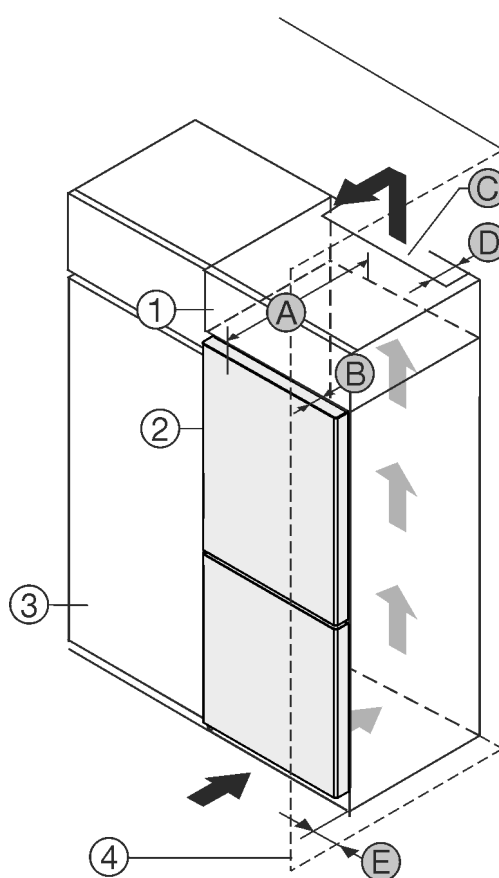

Fig. 1
- (1) Nastavná skříňka *
- (2) Příklad *
- (3) Kuchyňská skříň *
- (4) Stěna *
- (5) Hloubka přístroje *
- (6) Hloubka dvířek *
- (7) Ventilační průřez *
- (8) Vzdálenost zadní strany přístroje *
- (9) Vzdálenost k zadní straně přístroje *
Můžete přístroj nainstalovat přímo vedle kuchyňské skříňky Fig. 1 (3)*
Na zadní straně nastavné skříňky musí být větrací šachta hluboká Fig. 1 (7) přes celou šířku nastavné skříňky.*
Pod stropem místnosti musí být dodržen ventilační průřez Fig. 1 (7)*
Když přístroj instalujete závěsy vedle stěny Fig. 1 (4), musí být vzdálenost mezi přístrojem a stěnou minimálně 13 mm.*
Když přístroj instalujete závěsy vedle stěny *Fig. 1 (4)*, musí být vzdálenost mezi přístrojem a stěnou minimálně 20 mm.*
Aby bylo možné dvířka plně otevřít, musí přístroj přesahovat o hloubku dvířek *Fig. 1 (B)* vůči přední linii kuchyňské skříňky. V závislosti na hloubce kuchyňských skříněk *Fig. 1 (3)* a použití vymezovačů odstupu od stěny může přístroj vyčnívat dále.*